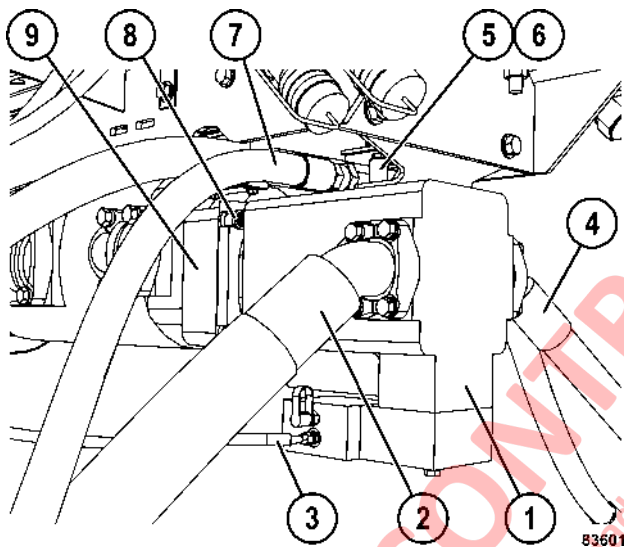

FIGURA 6-8. DESMONTAJE DE LA BOMBA DE LA DIRECCION
4. Monte el soporte de montaje de la bomba (6, Figura 6-8) y los pernos (5). No apriete los pernos en este momento.
5. Alinee los orificios de los pernos e instale los cuatro pernos de montaje de la bomba (8). Apriete los pernos a torque estándar. Apriete los pernos del soporte de la bomba a torque estándar.
7. Retire todos los tapones de las mangueras y puertos. Instale las mangueras (2), (3) y (4) en la bomba de dirección/freno con O-rings nuevos. Apriete los pernos con seguridad. No conecte la manguera 7 de caja de drenaje en este momento (ver paso 8).
9. instale los conectores de la caja de drenaje y apriételos a torque estándar. Conecte la manguera de la caja de drenaje (7) al conector.